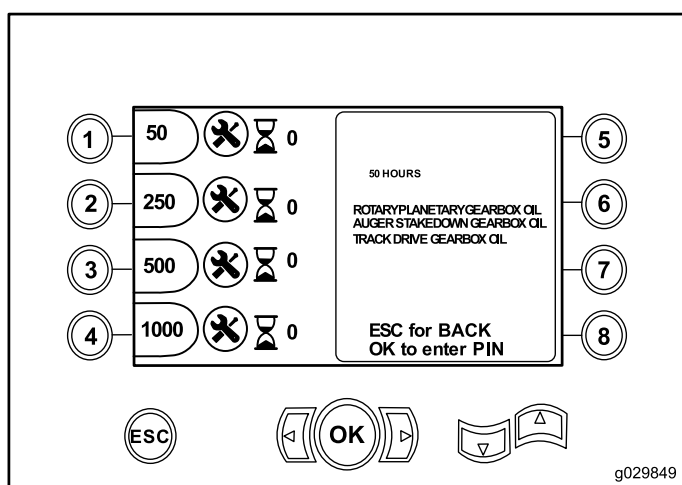

Figura 11
- Botón 1 – Programa de mantenimiento de 50 horas (Figura 11)